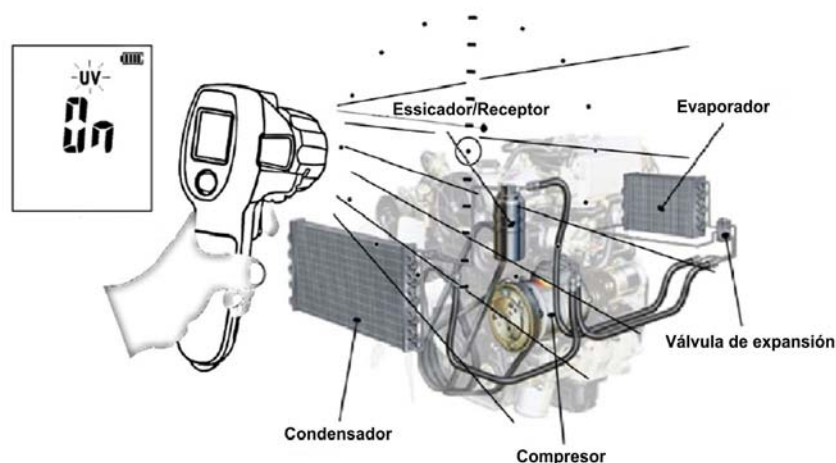

Fig. 20: Medida de temperatura de dispersión refrigerante
3. Oriente el haz de luz azul (vea la Fig. 3 – parte 2) hacia el bloque motor (vea la Fig. 20) que muestra la presencia de dispersiones del refrigerante y realice la medida como se muestra en los puntos anteriores